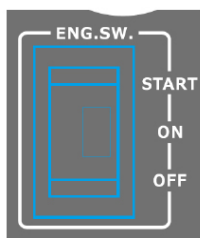

Figure 9: Arrêt de la génératrice
3. Appuyez et maintenez le bouton Push Start/ON/OFF sur OFF pendant 2-3 secondes. (voir Figure 9).